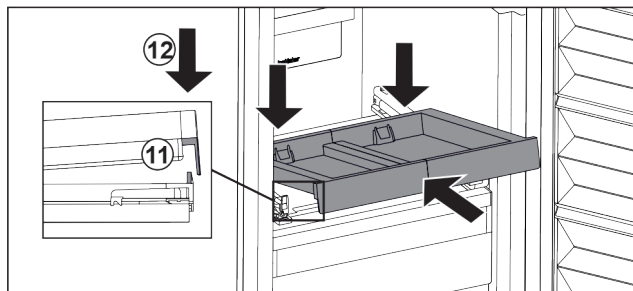

Fig. 127
- ▶ 倾斜推入。确保两侧的挡块位于卡舌后面。 Fig. 127 (11)
- ▶ 放下拉出式搁板前部。 Fig. 127 (12)